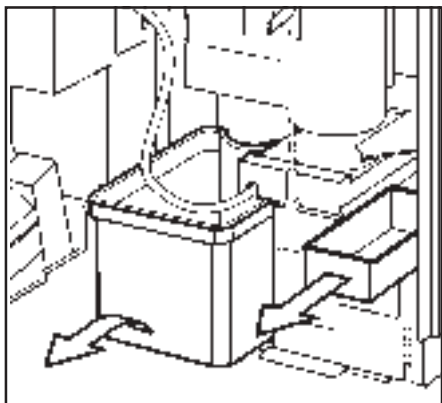

Fig. 10: Så tar man bort papperskorgarna
2. Ta ut och rengör papperskorgen och rensningslådan (se fig. 10).